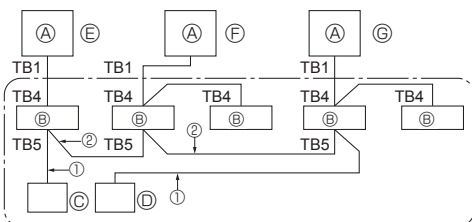

Fig. 9-1
9. Contrôle du système (Fig. 9-1)
- ③ SW 1 - 3 ~ 6 ON OFF 3 4 5 6 (A) Appareil extérieur (B) Appareil intérieur (C) Télécommande principale (D) Télécommande secondaire
- ④ SW 1 - 3 ~ 6 ON OFF 3 4 5 6 (E) Standard 1:1 (Adresse de réfrigérant = 00) (F) Jumelé simultané (Adresse de réfrigérant = 01) (G) Double simultané (Adresse du réfrigérant = 02)
- ⑤ SW 1 - 3 ~ 6 ON OFF 3 4 5 6